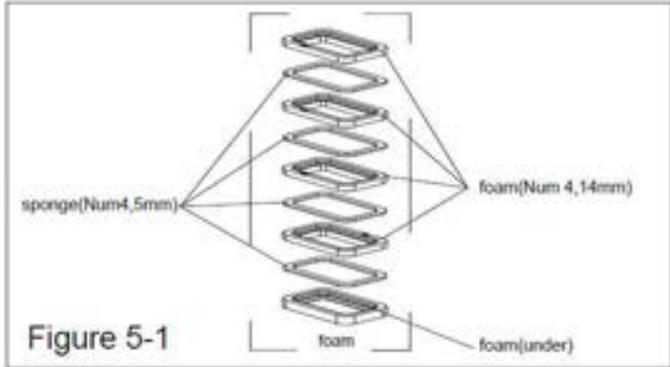

Figure 5-1
3. Bevor Sie die Außen-Klimaanlage für Wohnmobile auf dem Dach des Fahrzeugs installieren, müssen Sie zuvor die Platte der Lüftung und den Schaumstoff (oben) am Gehäuse des Außengeräts mit 4 Schrauben (25 mm Länge) installieren (Siehe Abb. 5-1).